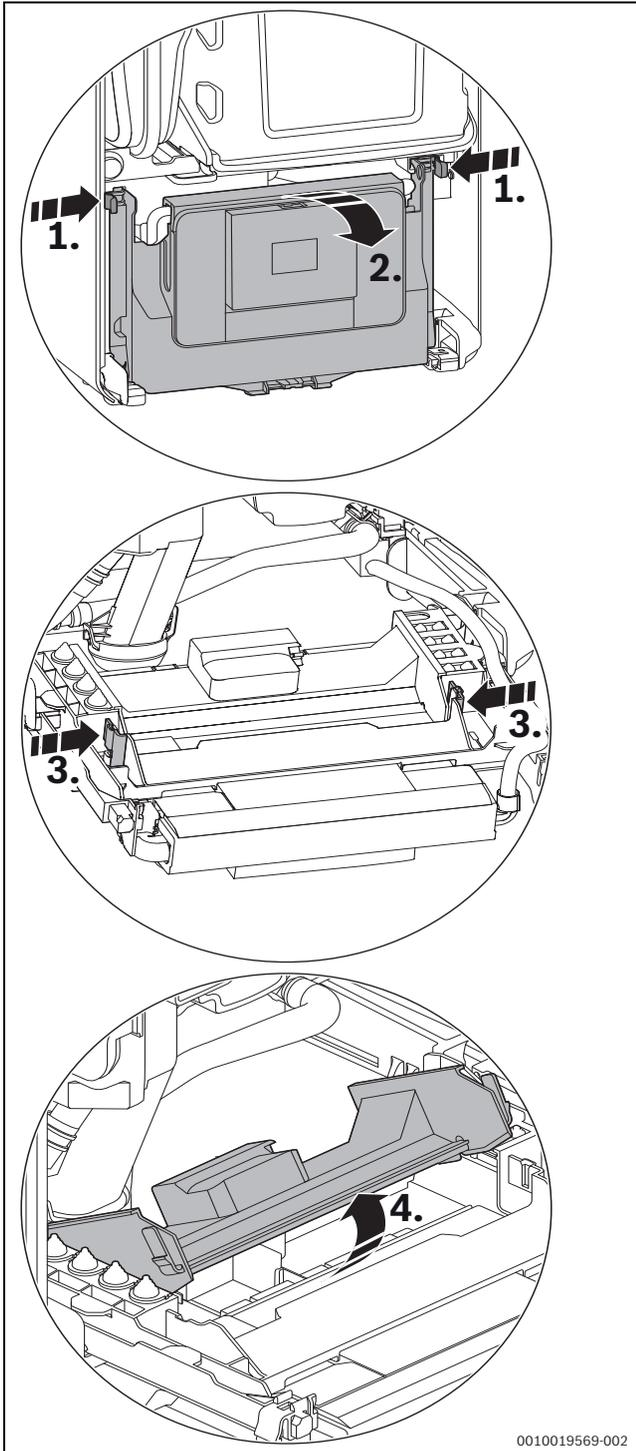

Fig. 27 Ouverture l'appareil de commande
- ▶ Rabattre l'appareil de commande (→ fig. 27).